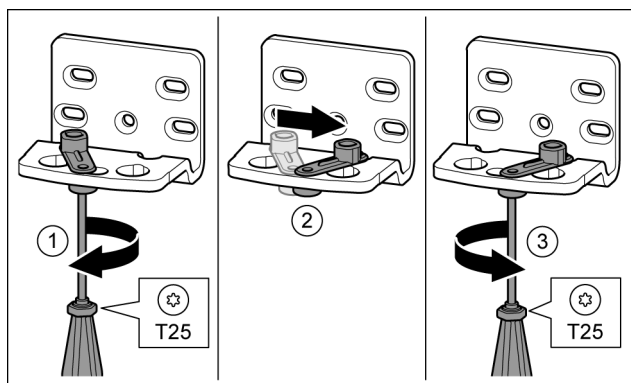

Fig. 30 *
- ▶ svitare leggermente la vite con il cacciavite T25. Fig. 30 (1) *
- ▶ Sollevare l'ausilio di chiusura porta e ruotarlo di 90° verso destra nel foro. Fig. 30 (2) *
- ▶ Serrare la vite con il cacciavite T25. Fig. 30 (3) *